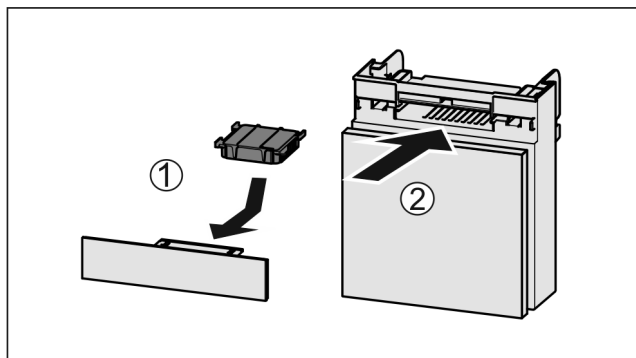

Fig. 108
- ▶ Установите фильтр с активированным углем, как показано на рисунке Fig. 108 (1).
- ▶ Вставьте отделение Fig. 108 (2).